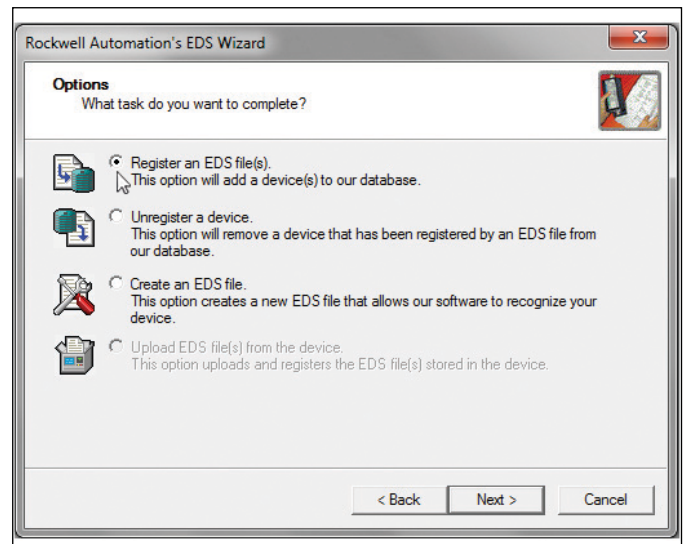

Abb. 110: „Register an EDS file“ auswählen
4. Wählen Sie im folgenden Fenster den Eintrag „Register an EDS file(s)“ aus und klicken Sie die Schaltfläche „Next >“ (Abb. 110)